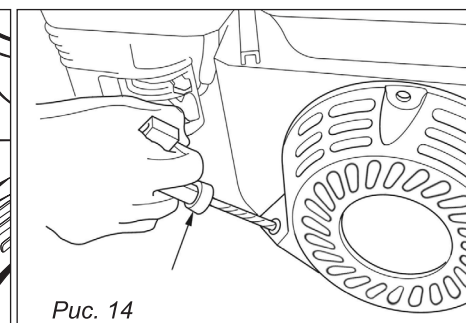

Рис. 14
6. Возьмитесь за ручку стартера и медленно потяните до появления ощутимого сопротивления, затем потяните ручку стартера резким рывком (рис. 14).